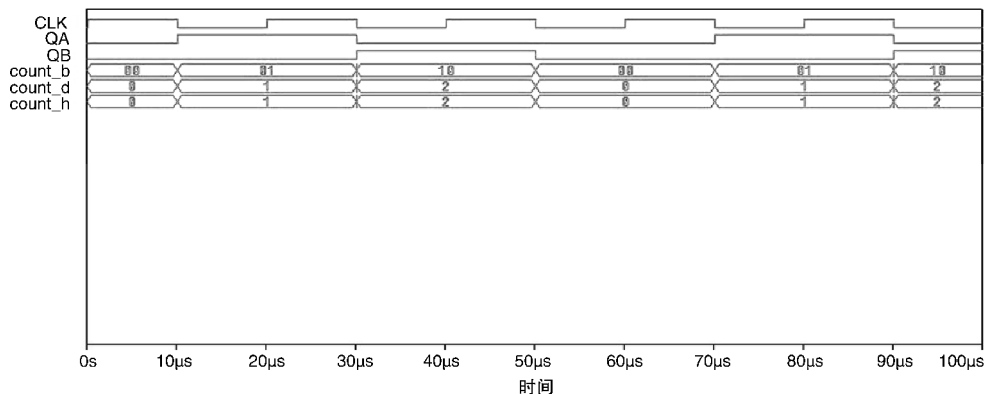

图 18.9 计数器的输出数字波形
10. 波形类似于图 18.9 所示，模量 3 型计数器的计数顺序为 0、1、2、0、1、2、0 等。